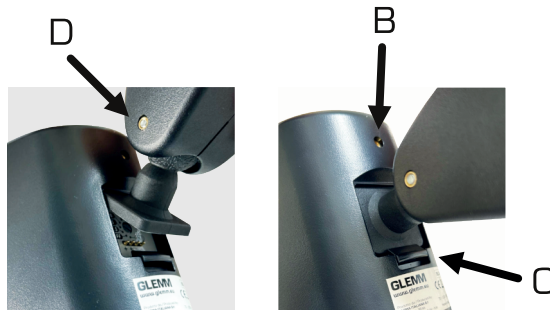

fig.4
Potete ora agganciare il diffusore alla staffa come mostrato in Fig.4. Se desiderate invece staccare il diffusore dalla staffa premete la linguetta (C) di bloccaggio e sfilatelo dalla staffa.
You can now mount the speaker on the bracket as shown in Fig.4. If you wish to detach the speaker from the bracket push down the locking tab (C) and remove the speaker from the bracket.